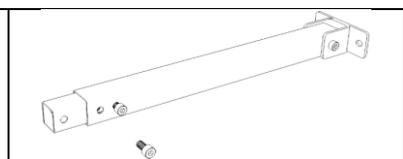

Figura 10
- Utilizzare la vite M8x50 (I) e un dado esagonale (E) per serrare il collegamento (figura 10).